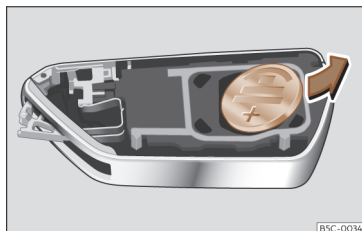

Fig. 72 Chave do veículo: remoção da pilha.
- Extraia a pilha do compartimento com um objeto fino adequado >>> **Fig. 72.**
- Coloque a pilha nova, pressionando-a no compartimento respetivo >>> ①.